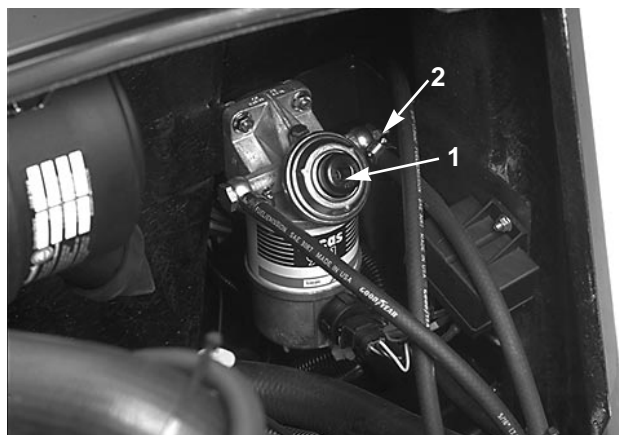

Fig. 10
SPÆDNING AF BRÆNDSTOFSYSTEM (Fig. 10)
3. Løsn brændstoffilterets/vandudskillerens udluftningsskrue (Fig. 10) et par omdrejninger. Pump med spædestemplet, indtil der kommer en jævn strøm brændstof ud af hullet i udluftningsskruen. Når der ikke er flere luftbobler i brændstoffet, skal udluftningsskruen strammes, mens spædestemplet går nedad. Tør evt. spildt brændstof op.